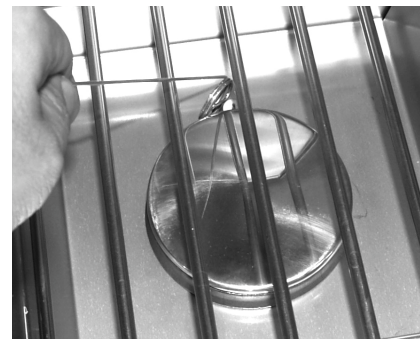

Fig. 28-2 - Éclairage manuel
**ATTENTION:** Attendez toujours cinq (5) minutes le gaz pour se dégager après que n'importe quelle tentative non réussie d'éclairage.
2. Insérez un allumeur brûlant de butane de long-baril, une allumette brûlante de long-tige, ou une allumette brûlante tenue par un support de prolongation de fil par la grille à cuire s'ouvrant au brûleur (Fig. 28-2). Tenez la flamme contre le bord du brûleur.
4. Si le brûleur ne se allume pas dans les cinq (5) secondes de tourner le bouton de commande, **appuyez immédiatement sur le bouton et tournez la valve jusqu'à la position OFF**. **ATTENDEZ CINQ (5) MINUTES** avant de répéter les étapes 2 à 4 des instructions MANUELLES D'ÉCLAIRAGE.